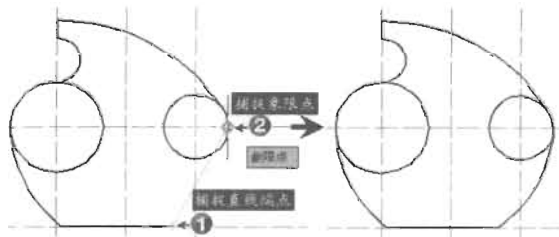

图 3-99
(13) 单击“绘图”工具栏中的“圆弧”按钮, 以“起点、端点、半径”的方式绘制一个半圆弧, 如图 3-99 所示, 命令执行过程如下。